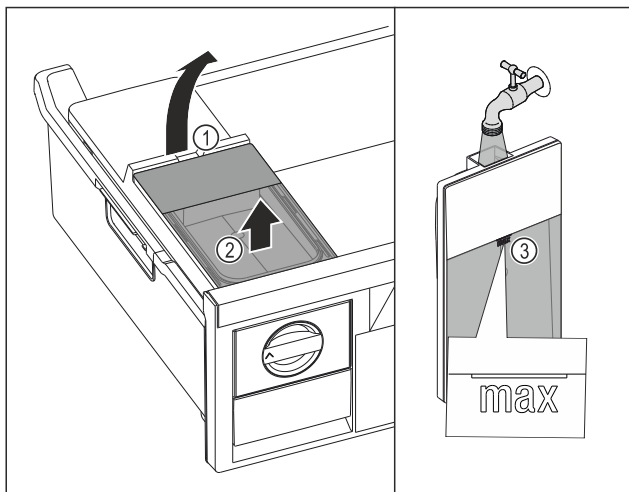

Fig. 121
- ▶ Поднимите бак для воды за выемку Fig. 121 (1).
- ▶ Извлеките бак для воды движением вверх Fig. 121 (2)
- ▶ Наполните бак для воды питьевой водой до отметки Fig. 121 (3).